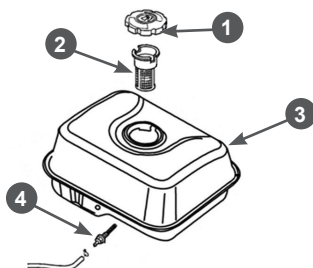

Рис. 40 Топливные фильтры
В топливном баке установлены два сетчатых топливных фильтра. Один фильтр устанавливается в заливной горловине топливного бака. Второй фильтр конструктивно объединен со штуцером топливного бака и установлен внутри бака (Рис. 40).
Через каждые 300 часов работы необходимо производить очистку топливного бака от грязи и конденсата. Одновременно с очисткой топливного бака необходимо проверять и очищать фильтр 4, установленный внутри бака (Рис. 40). Поврежденный или сильно загрязненный фильтр необходимо заменить.
3. Выкрутите из топливного бака выходной штуцер 4 и произведите его очистку (Рис. 40). Внимательно осмотрите сетчатый фильтр. При обнаружении механических повреждений замените штуцер топливного бака.